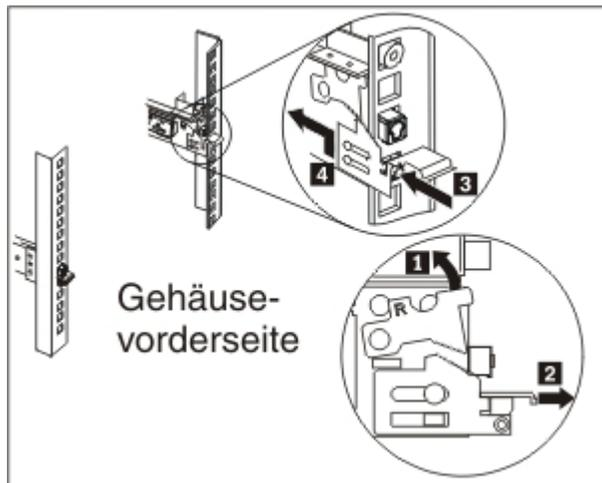

Abbildung 23. Ende der Schienen entfernen
4. Entfernen Sie das Ende der Schienen wie in Abb. 23 gezeigt.